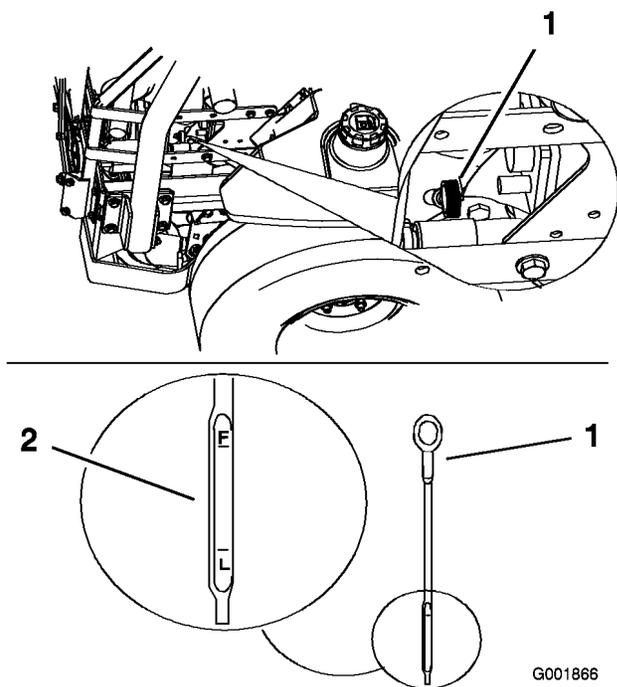

Figure 42
3. Nettoyez la surface autour de la jauge d'huile (Figure 42) pour éviter que des impuretés ne s'introduisent dans le goulot de remplissage, ce qui risquerait d'endommager le moteur.
4. Sortez la jauge d'huile et essuyez soigneusement l'extrémité métallique (Figure 42).
5. Enfoncez la jauge complètement dans le tube. Ressortez la jauge et examinez l'extrémité métallique (Figure 42). Si le niveau est bas, versez lentement une quantité d'huile suffisante dans le trou de remplissage pour amener le niveau au repère du plein.